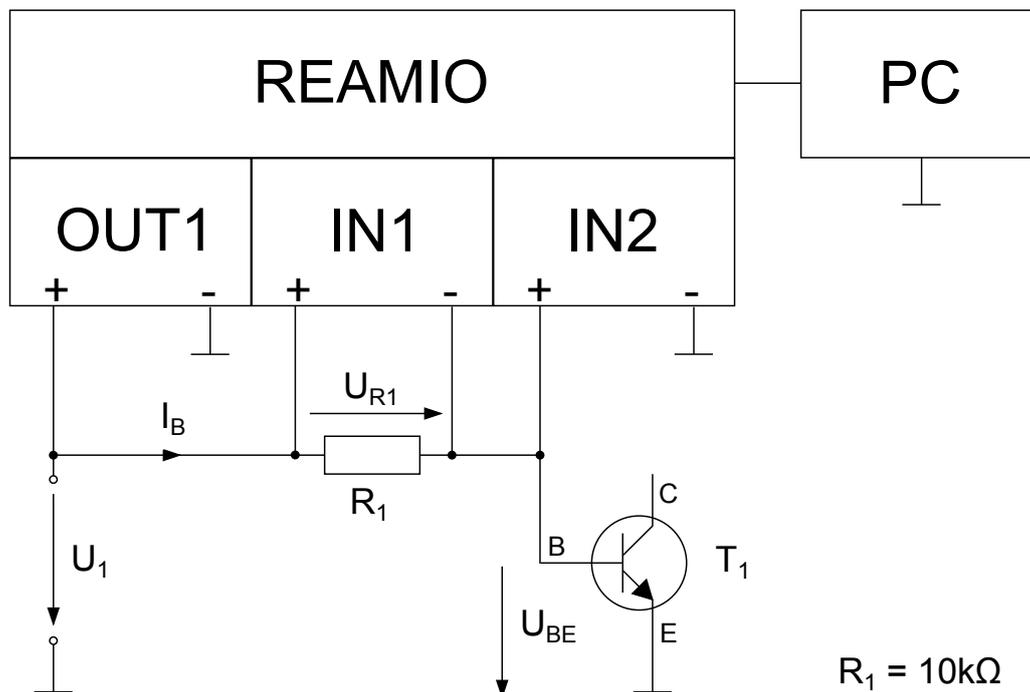

Abbildung 1: Schaltung zur Aufnahme einer Transistor-Eingangskennlinie
- Die Eingangskennlinie eines NPN-Transistors $I_B = f(U_{BE})$ soll aufgenommen und dargestellt werden. Dazu steht eine Laborbox mit einem Transistor und einem Shunt-Widerstand zur Strommessung zur Verfügung. Bauen Sie die in Abbildung 1 gezeigte Schaltung auf.